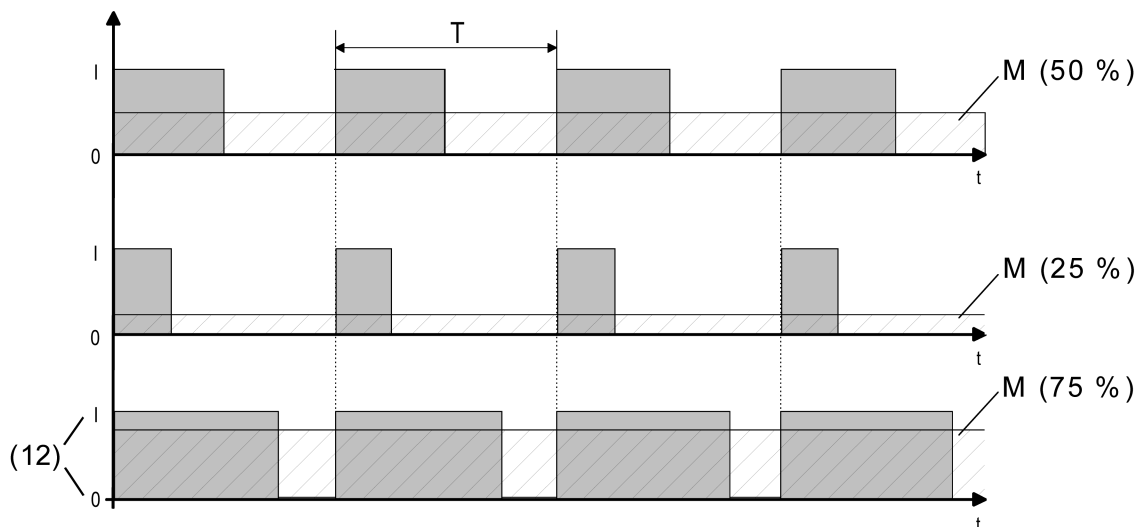

Figura 42: Modulazione a larghezza d'impulsi di un segnale d'uscita della valvola
Non appena l'apparecchio deve impostare una grandezza regolante continua o un valore di posizione nominale valvola continuo sull'uscita valvola, l'apparecchio modula il segnale d'uscita tramite la larghezza dell'impulso di accensione. Il valore medio del segnale d'uscita risultante da questa modulazione (M), nel rispetto del tempo di ciclo impostabile nell'apparecchio (T), indica la posizione media della valvola di regolazione e rappresenta dunque un riferimento per la temperatura ambiente impostata (figura 42).